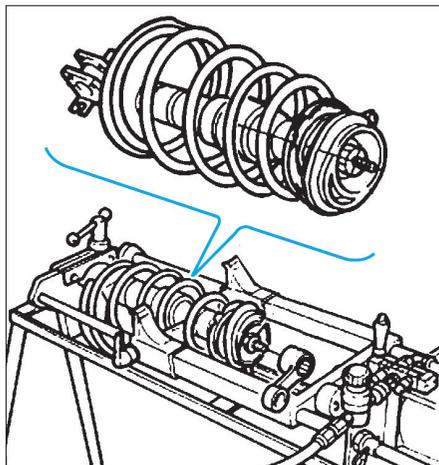

FIG. 7
- Veiller au positionnement correct des extrémités du ressort sur les coupelles inférieure et supérieure (Fig.7).